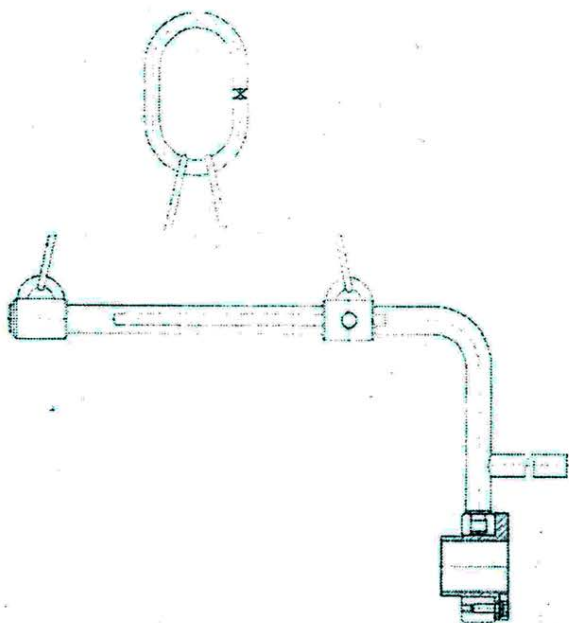

Рисунок 1
3.4.10 Вывернуть болты, крепящие к станине щит подшипниковый поз 12, стропить якорь поз 23 с помощью захвата (рисунок 1). Вывести якорь вместе со щитом подшипниковым из системы магнитной поз. 13, не задевая за полюса. Положить якорь на деревянные седлообразные подкладки или стеллаж без опоры на щит подшипниковый.